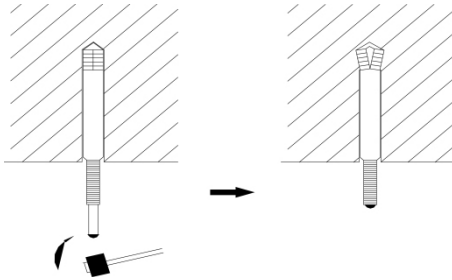

Fig. 3
1) Insérez le boulon d'expansion M10 dans l'orifice, puis enfoncez le clou dans le boulon. Reportez-vous aux schémas de dimensions de l'équipement intérieur pour connaître la distance entre les orifices, et consultez la Fig. 3 pour l'installation du boulon d'expansion.